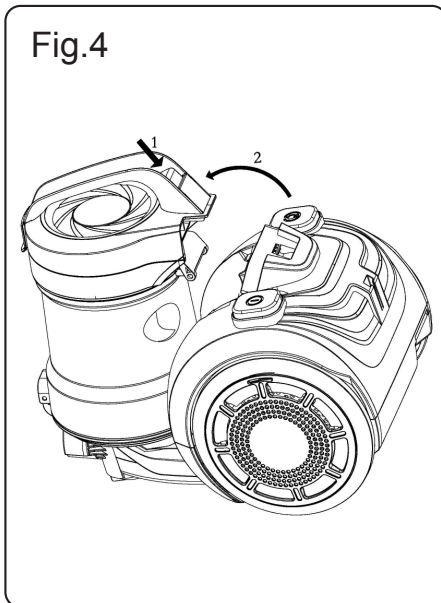

Fig.5
- Abrir la tapa de vaciado del depósito y verter su contenido en un contenedor de basura apropiado. (Fig.5)